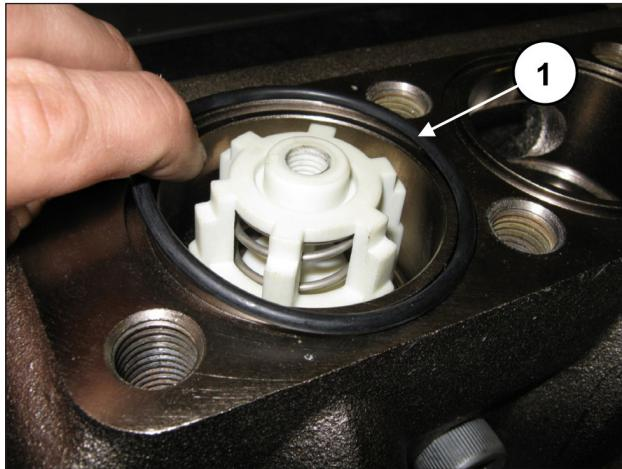

Fig. 160
Aplique o O-ring dianteiro nas válvulas de descarga (pos. ①, Fig. 160).